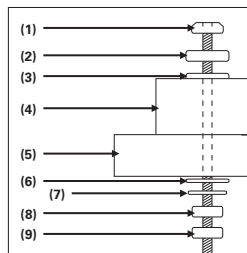

Fig. 1
- De basis van de zaag heeft vier montagegaten waardoor geschikte schroeven (niet meegeleverd) geplaatst kunnen worden om de verstekzaag vast te maken. Als de zaag op dezelfde locatie zal blijven staan, moet u het permanent vastmaken aan de werkbank met fatsoenlijke bevestigingsmiddelen (niet meegeleverd). Gebruik borgringen en moeren aan de onderkant van de werkbank. **(Fig. 1)**